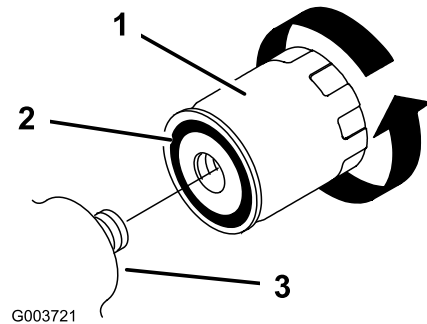

Figura 32
5. Retire el filtro usado (Figura 32) y limpie con un paño la superficie de la junta del adaptador del filtro.
6. Aplique una capa fina de fluido hidráulico a la junta de goma del filtro nuevo (Figura 32).
7. Instale el filtro hidráulico nuevo en el adaptador del filtro (Figura 32). Apriete el filtro en el sentido de las agujas del reloj hasta que la junta de goma entre en contacto con el adaptador del filtro, luego apriete el filtro 1/2 de vuelta más.